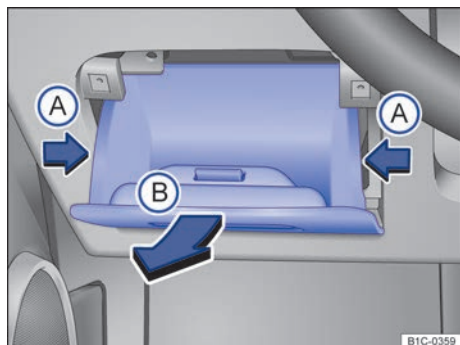

Fig. 156 En el tablero de instrumentos del lado del conductor: tapa de la caja de fusibles.
- Abra el compartimento, comprima un poco los laterales → fig. 156 (flechas A) y extráigalo del tablero de instrumentos (flecha B).